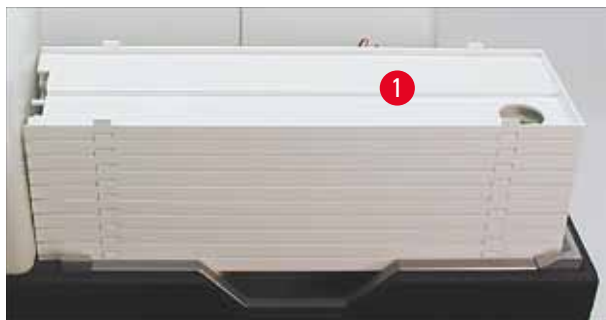

Fig. 38
1. Plasser en brettstabel (→ "Fig. 38-1") på løftebordet på utlastingsstasjonen (→ "Fig. 38").